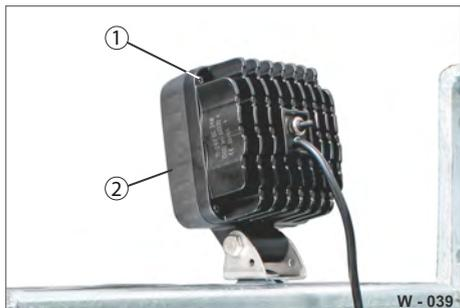

Abb. 41 Arbeitsleuchte, von hinten
- ▶ Lösen Sie die 4 Schraubverbindungen (Abb. 41/1).
- ▶ Entnehmen Sie das Vorderteil (Abb. 41/2) der Arbeitsleuchte.